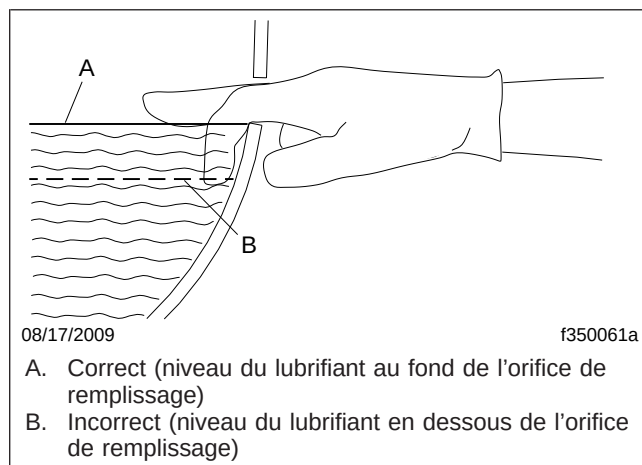

Fig. 2, Inspection du niveau de lubrifiant de l'essieu
- 6.1 Le véhicule étant garé sur une surface uniforme, remplissez l'essieu par l'orifice de remplissage. Le lubrifiant doit être au niveau du fond de l'orifice de remplissage. Pour vérifier le niveau de fluide, reportez-vous à la **figure 2**.
- 5.1 Remplissez l'essieu par l'orifice de remplissage. Le lubrifiant doit être au niveau du fond de l'orifice de remplissage. Pour vérifier le niveau de fluide, reportez-vous à la figure 2.